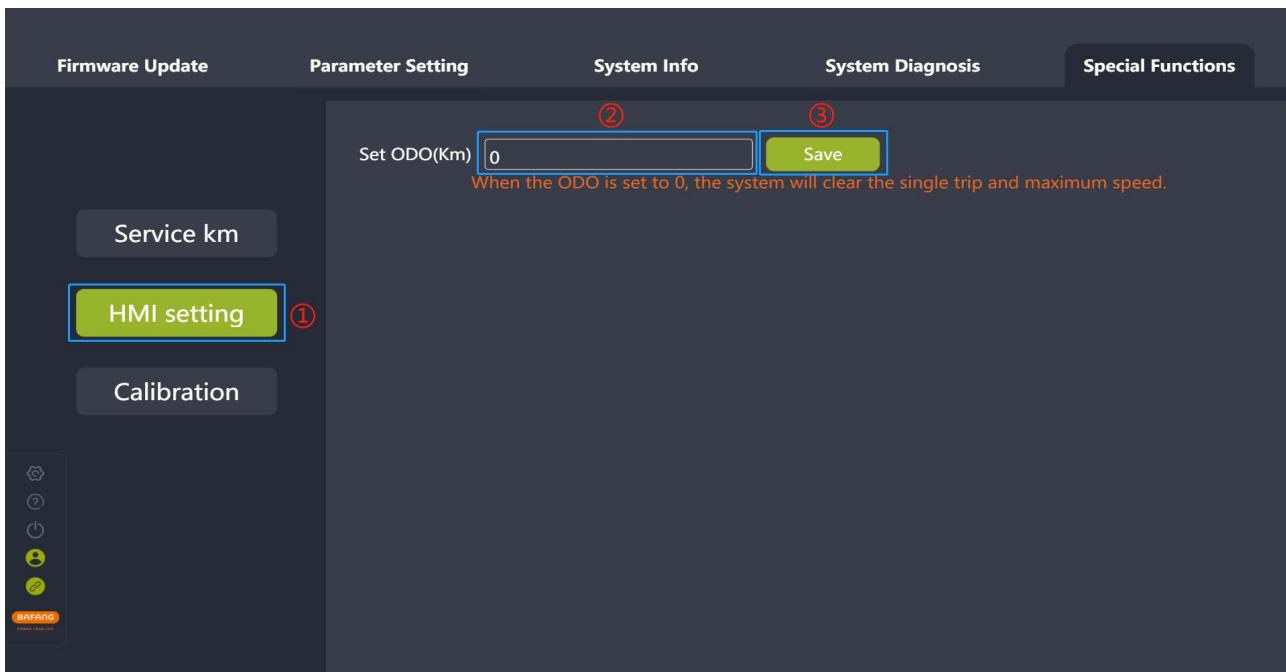

图 8-4 设置总里程
- (1) 将 BESST 工具盒连接仪表，选中“仪表设置”模块；
- (2) 在“设置总里程 (km)”输入框中输入要设置仪表的总里程(ODO)，设置总里程数值区间为 0-9999 的整数；
- (3) 点击“保存”按钮（如图 8-4）。